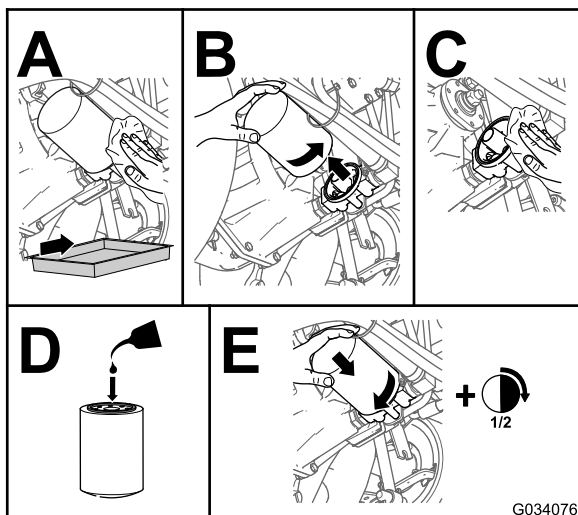

Figure 86
4. Remplacez le filtre hydraulique (Figure 86).